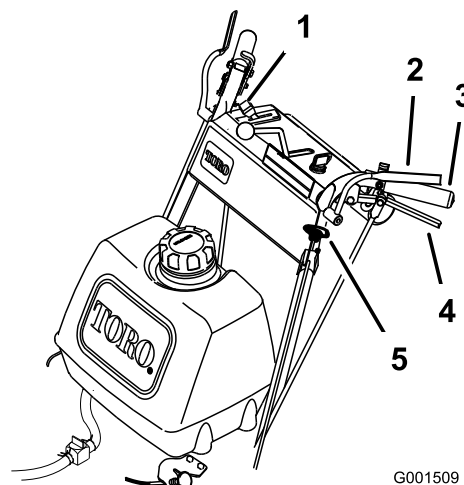

Figure 12
1. Pour engager les lames, serrez les leviers de commande de présence de l'utilisateur (OPC) contre les poignées (Figure 12).
1. Poussez la commande des lames (PDF) vers le bas en position arrêt (Figure 12).
2. Le moteur sera coupé et les lames s'arrêteront si vous relâchez les leviers de commande de présence de l'utilisateur (OPC) (Figure 12) quand le levier de commande des lames est engagé.